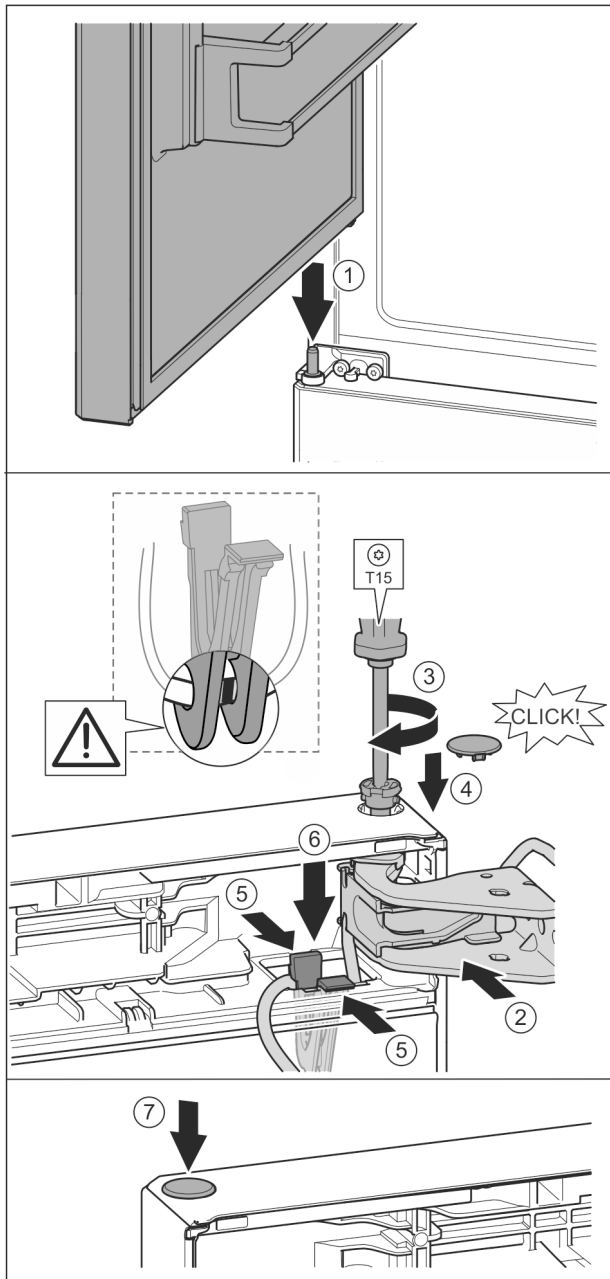

Fig. 36
- Obere Tür auf mittleren Lagerbolzen setzen Fig. 36 (1)
- Tür oben zur Öffnung im Lagerbock ausrichten. Fig. 36 (2)
- Bolzen einsetzen und mit Schraubendreher T15 festschrauben. Fig. 36 (3)
- Sicherungsabdeckung zur Sicherung der Tür montieren: Sicherungsabdeckung einsetzen und kontrollieren ob sie auf der Tür aufliegt. Ansonsten Bolzen vollständig einsetzen. Fig. 36 (4)
- Halter mit daran befestigtem Kabel in Öffnung einsetzen. Fig. 36 (5)
- Halter nach unten drücken bis die Lasche einrastet. Fig. 36 (6)
- Stopfen einsetzen. Fig. 36 (7)